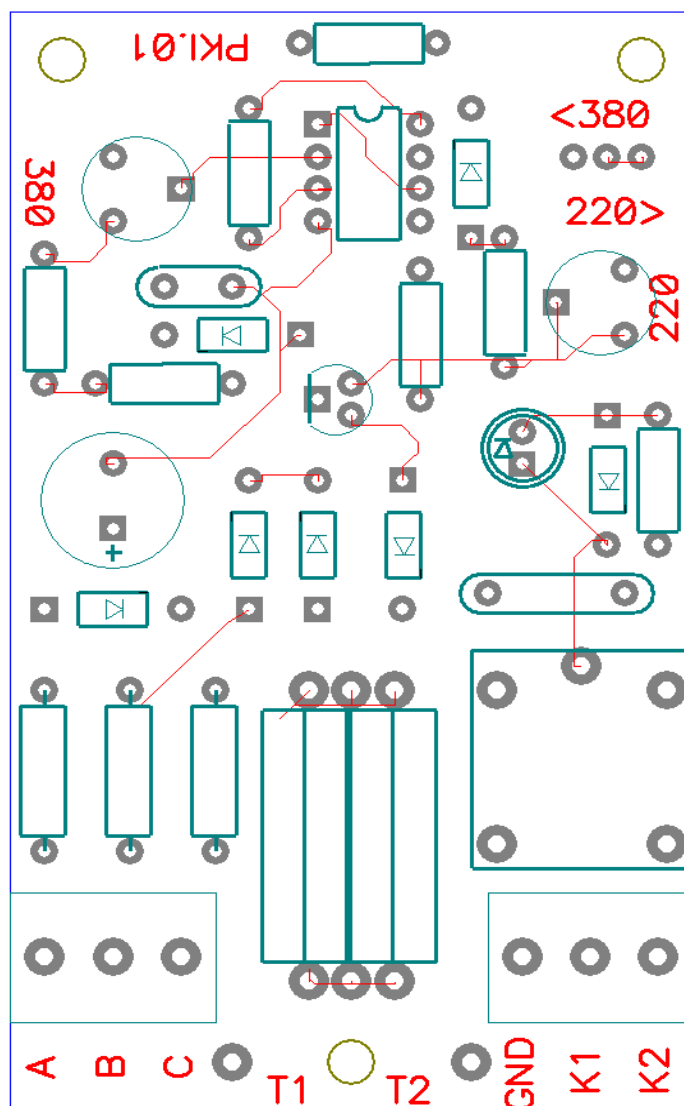
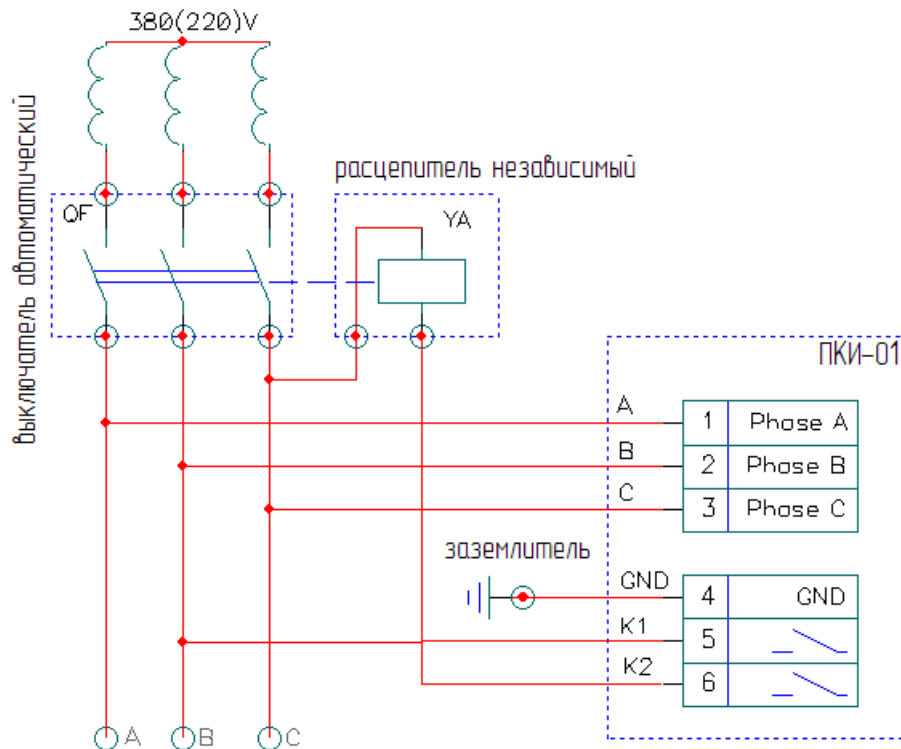

Рис.2. Расположение элементов на плате.
Рис.4. Схема подключения устройства.
Схема устройства собрана на одной плате. Расположение элементов на плате показано на рис.2.
Выбор рабочего напряжения устройства определяется расположением джампера (1) на плате. Замыкание двух левых штырьков (согласно рис.2) соответствует напряжению 380В, правых – 220 В.
Схема внешних подключений для электрического монтажа устройства УКИ осуществляется согласно рис.4.
Устройство поставляется в настроенном для обоих рабочих напряжений состоянии и может сразу использоваться в сети с номинальным напряжением 380 В. Для работы в сети с линейным напряжением 220 В достаточно переставить переключку (джампер) (1 на рис.2) на два правых штырька. Чтобы использовать устройство в сети 380В джампер следует вернуть на два левых (по рис.2) штырька. Соответствующие подсказывающие надписи нанесены на плату рядом с джампером.
В случае необходимости повторной настройки устройства (например, после ремонта) следует собрать схему согласно рис. 4. Автоматический размыкатель QF при настройке не требуется (зажимы K1 и K2 на УКИ не подключаются). На зажимы А, В и С подается напряжение номинального уровня. Положение переключки на джампере (1 на рис.2) должно соответствовать номинальному напряжению. Далее между любой из фаз и «землей» подключается резистор сопротивлением 10 кОм и мощностью не менее 10Вт. С помощью соответствующих подстроечных сопротивлений (4 для напряжения 220В и 5 для напряжения 380В на рис.2) добиваются срабатывания реле на плате УКИ. Срабатывание реле определяют по звуку (щелчки).